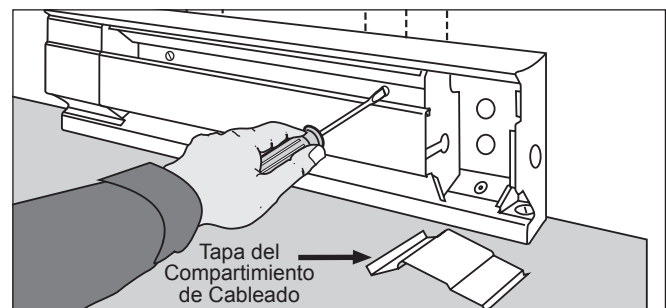

Figura 5
5. Monte el calentador de manera firme en la pared con clavos o tornillos que se inserten en al menos dos puntales (Consulte la Figura 5). La parte trasera del calentador tiene orificios con forma de estrella que permiten penetrar fácilmente la placa metálica con clavos o tornillos.